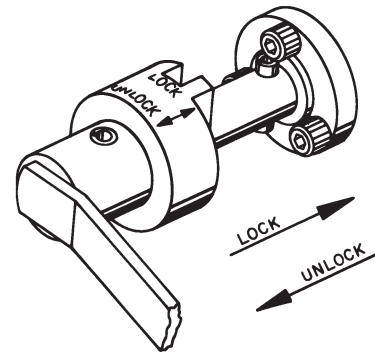

Figura 1
1. Prima di fissare un motore, verificare che il meccanismo di bloccaggio della manovella di cui è dotato il cavalletto sia inserito. Vedi Figura 1.
Per assicurare la stabilità del motore in tutte le posizioni, il cavalletto è dotato di un meccanismo di bloccaggio della manovella senza slittamento. Vedi Figura 1.